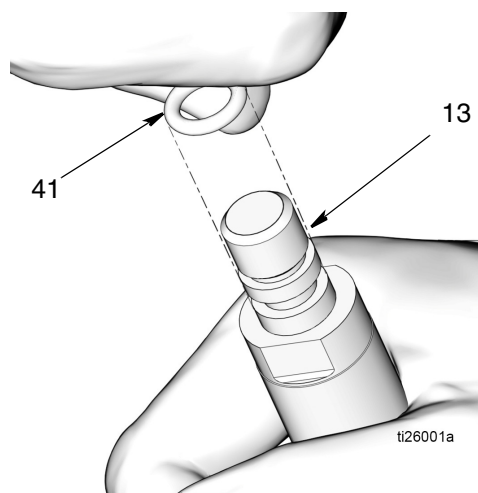

FIG. 21
- c. Rimuovere l'O-ring (41) dall'asta del pistone (13) (FIG. 21).